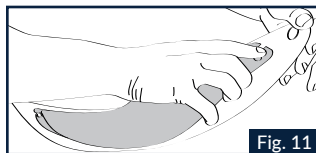

Fig. 11
1.5 Allargare la visiera e incastrare all'altro perno il secondo lato del visierino interno PINLOCK® (Fig.11).
3.2 Allargare la visiera e sganciare il visierino interno PINLOCK® dai perni (Fig.11).